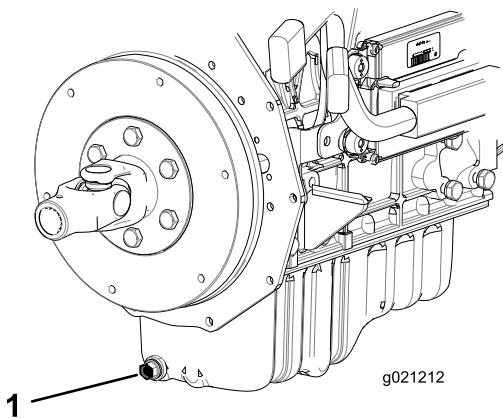

Figure 48
- Retirez le bouchon de vidange (Figure 48) et laissez couler l'huile dans un bac de vidange.